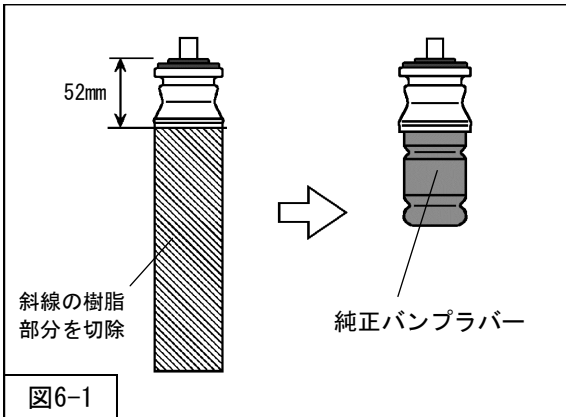

図6-1
- ・ダストブーツ部分が純正アップパーマウントと一体になっている場合は、図6-1を参考に樹脂部分を切除してください。
2. 純正アップパーマウントは、固定されている純正バンブラバーを取外し、リアダンパーASSYに組付けてください。（図6-1）